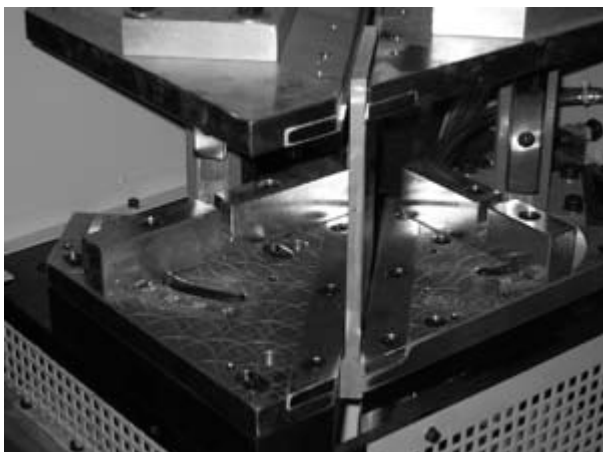

Рисунок 5.5-3 Настройка губок нижних плит
2. Сначала настраиваются губки нижних плит (Рисунок 5.5-3). Крепления обеих губок ослабляются (Рисунок 5.5-4) и подводятся вплотную под регулировочную пластину (Рисунок 5.5-5) и (Рисунок 5.5-6).